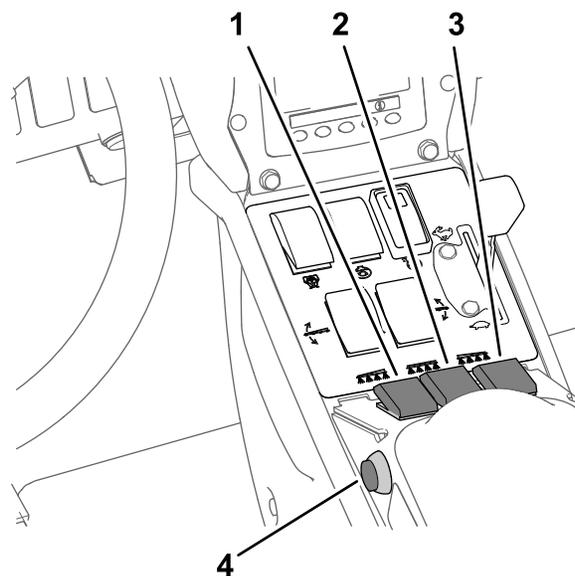

Рисунок 39
7. Установите переключатель (переключатели) секций опрыскивания в положение Вкл. (Рисунок 39).
10. Начните движение на машине с требуемой скоростью, а затем установите главный переключатель секций в положение Вкл., чтобы начать опрыскивание (Рисунок 39).
3. Установите главный переключатель секций в положение Выкл.; см. Рисунок 39 в разделе Опрыскивание в режиме заданной нормы внесения \(страница 41\).
7. Устанавливайте переключатели секций по мере необходимости в положения Вкл.; см. Рисунок 39 в разделе Опрыскивание в режиме заданной нормы внесения \(страница 41\).
9. Начните движение на машине с требуемой скоростью, а затем установите главный переключатель секций в положение Вкл., чтобы начать опрыскивание. Рисунок 39 Опрыскивание в режиме заданной нормы внесения \(страница 41\)